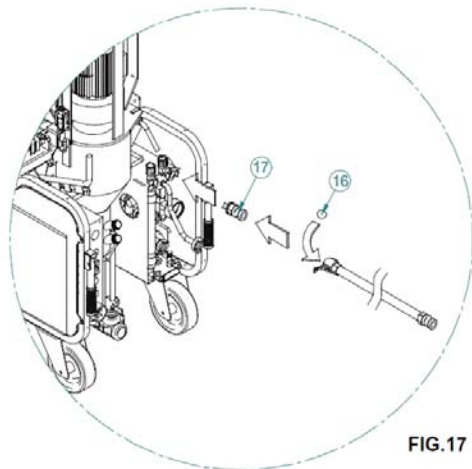

FIG.17
Insira o raspador (ref. 15) conforme mostrado na fig. 17, feche a câmara de mistura, coloque o interruptor principal na posição correta (lâmpada azul acesa) e pressione o botão de partida. Deixe a máquina funcionando por 5 a 10 segundos, até que a câmara de mistura esteja completamente limpa.
Prossiga com a limpeza da tubulação. Insira uma esponja de lavagem (ref. 16) no início da tubulação, conecte a mangueira de fornecimento de material ao acoplamento da mangueira de argamassa com a mangueira de água (ref. 17) e, em seguida, conecte a última à válvula de água auxiliar. Insira a bomba de água e abra a válvula de água auxiliar até que a esponja de lavagem saia pela outra extremidade (fig. 17).